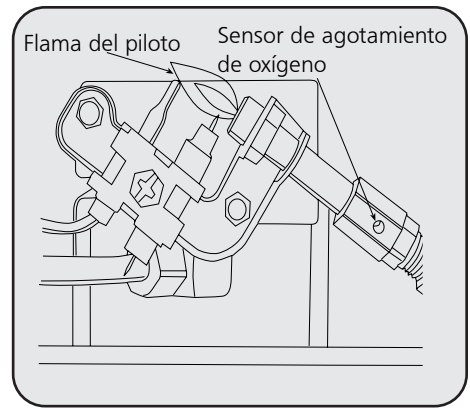

Figura 6
- Inspeccione visualmente la llama del piloto y el quemador periódicamente durante su uso. La llama del piloto debe ser de color azul (no amarilla) y debe extenderse más allá de la termocupla. La llama rodeará la termocupla justo debajo de la punta. Ver Figura 6.
3. Quite (4) cuatro tornillos que aseguran la tapa trasera (ref. # 3) al calentador.
5. Retire los tres (3) tornillos que fijan la parte inferior de la campana extractora para dejar expuestas las aberturas de aire de los quemadores.
8. Inspeccione y limpie el piloto (montado en el soporte) con una aspiradora o con aire a presión a través de los orificios en el piloto los cuales se indican con flechas en la Figura 6.
10. Reinstale la parte inferior de la campana extractora con los (3) tornillos.
11. Deslice la cubierta posterior sobre los (2) ganchos plásticos en la parte superior del calentador. Asegúrese de alinear la cubierta trasera con las cubiertas plásticas laterales. Instale los (4) tornillos para mantenerla en su lugar.